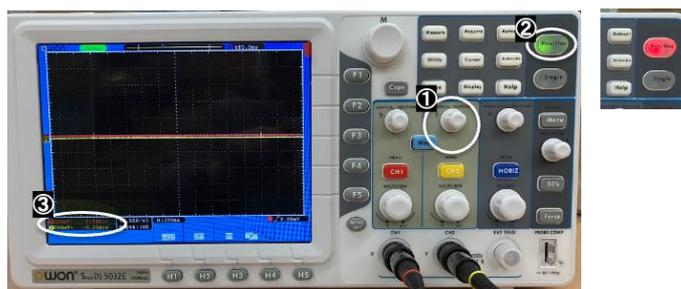

図 3-20. オシロスコープの VERTICAL POSITION つまみと Run/Stop ボタン
- (1) 駆動周波数を設定してから 5 s 程度待つて、信号が定常状態に達してから、図 3-20 の②Run/Stop ボタンを押してオシロスコープ上の波形を静止させる。このとき、Run/Stop ボタンのバックライトは緑から赤に変わる。
- (2) 図 3-20 の①VERTICAL POSITION つまみを回しておもり 1 の信号電圧の変化の中心をオシロスコープの画面上下中央に合わせ、 $V_{max}$  を枠線のマスの数で読み、V/DIV の設定から電圧に直せば  $V_{amp}$  が得られる。
- (3) 再度②Run/Stop ボタンを押すと、Run モードに戻る。